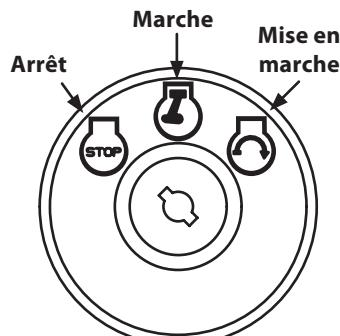

Figure 4
6. Tournez la clé de contact vers la droite à la position de démarrage []. Relâchez la clé dès que le moteur démarre. Elle retournera automatiquement à la position de tonte normale [] (F) (Figure 4).